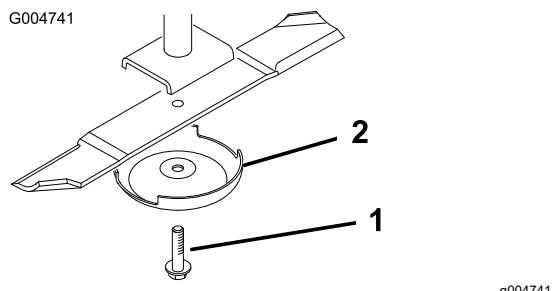

Bild 98
3. Entfernen Sie die Messerschraube, die Antiskalpiercuppe und das Messer von der Spindelwelle (Bild 98).